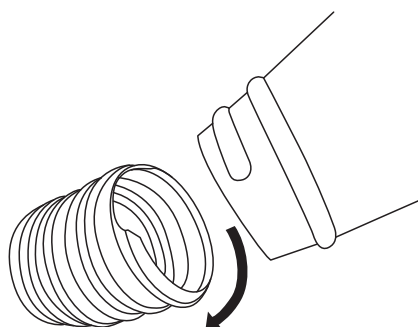

Fig. 23a
- Para sacar el soporte, gira **en el sentido de las agujas del reloj** (Fig. 23a).